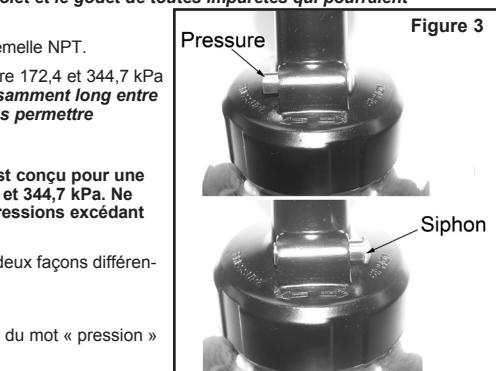

Figure 3
1. Appuyez sur le bouton pour qu'il soit allongé en direction du mot « pression » (voir Figure 3).
- Appuyez sur le bouton pour qu'il soit allongé en direction du mot « siphon » (voir Figure 3).